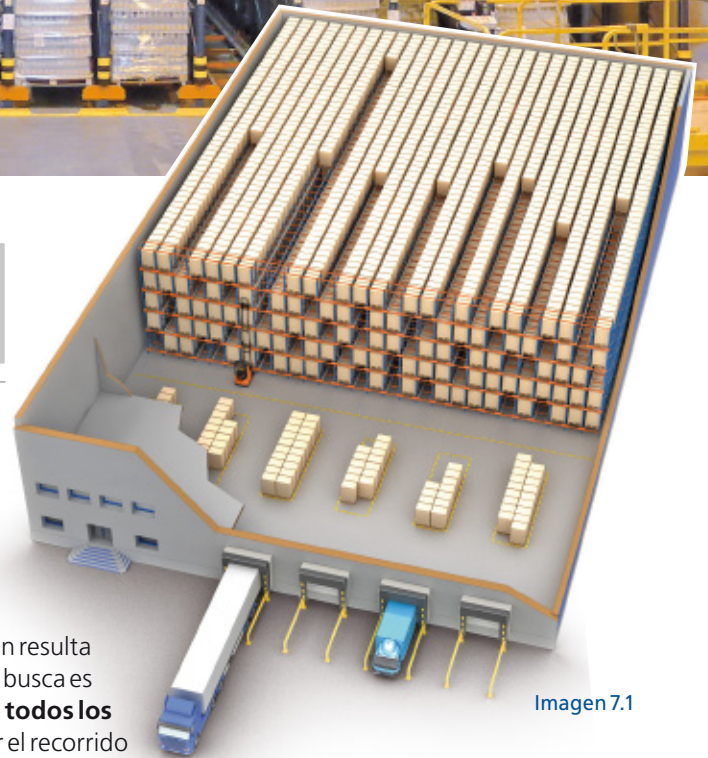

Imagen 7.1
- ✓ Si se elige una distribución con un único bloque de estanterías y un solo pasillo frontal (imagen 7.1), se logra una **mayor capacidad de almacenamiento**, es decir, mayor número de ubicaciones.